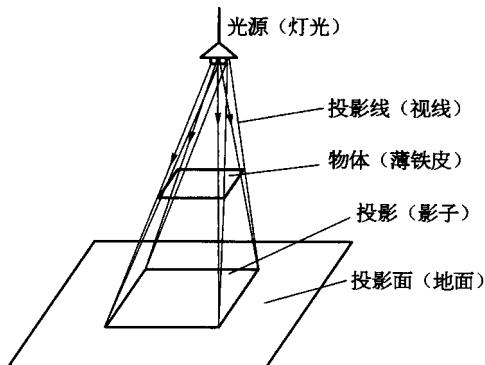
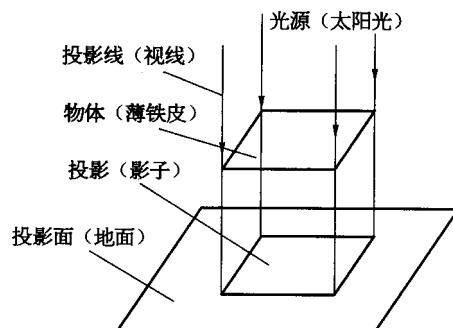

图 1-7 中心投影法
图 1-8 正投影法
2. 投影的分类 由于光源不同,可以得到两种不同的投影。图 1-7 所示是中心投影法,图 1-8 所示是正投影法。从这两种方法中可以发现: